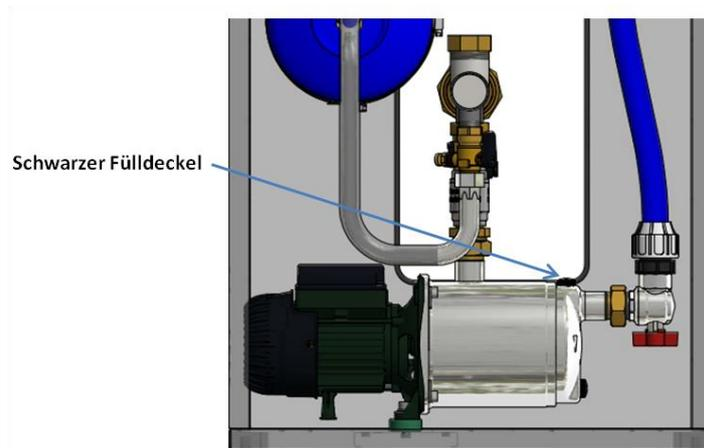

Abbildung 41: Entlüften der Druckpumpe
- V. Beide Druckpumpen durch Öffnen des schwarzen Fülldeckels entlüften bis Wasser austritt (siehe Abbildung 41).